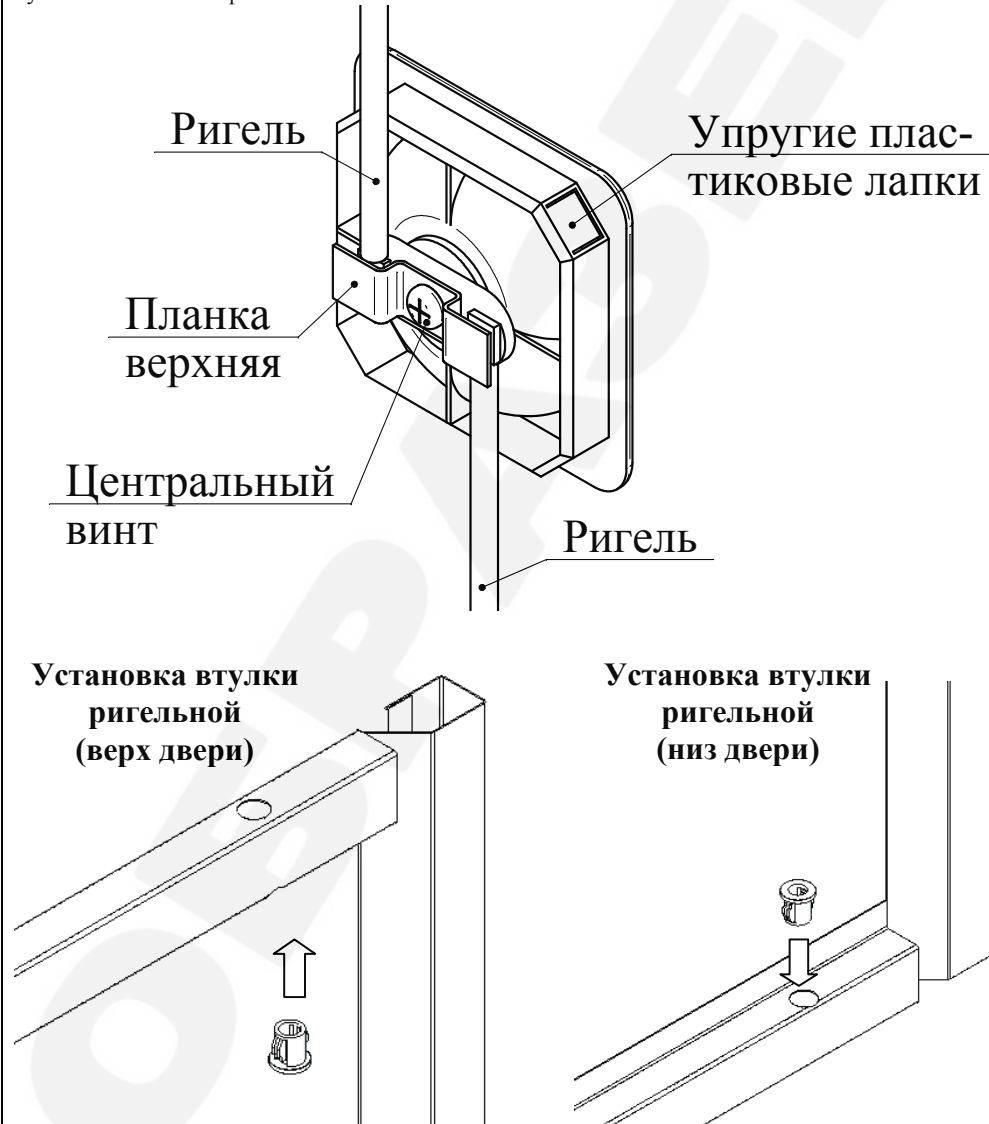

Рис.8
3.9. Вставить замок в большое отверстие лицевой поверхности двери, используя упругие пластиковые лапки, расположенные на внутренней части замка (Рис.8).